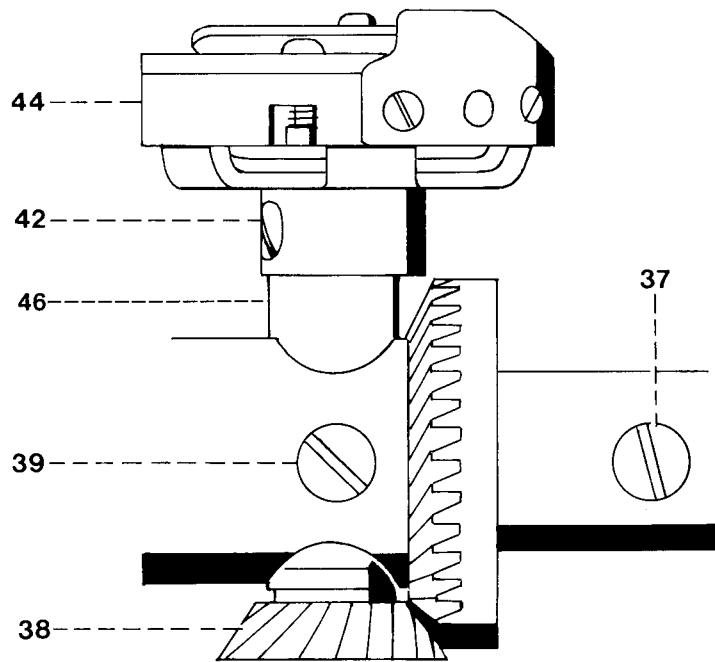

Fig. 17a
- Die Schraube 37 im Hubexzenter 2–3 Umdrehungen lösen (siehe Abb. 17a).